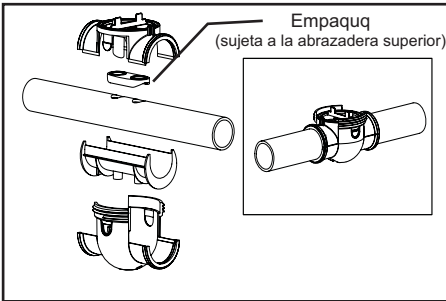
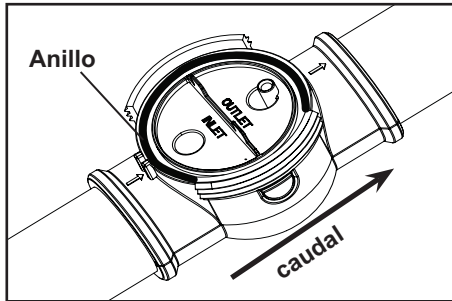

Figura 10. Abrazaderas
Figura 11. Flechas de caudal
11. Asegure las abrazaderas, espaciador de tuberías, y la empaquetadura alrededor de la tubería como se muestra (ver figura 10) asegurándose de que las flechas de flujo en la abrazadera apunten en la dirección del flujo de agua (véase figura 11). Asegúrese de que los dos (2) clips a los lados de la abraadera se sujeten en su lugar.